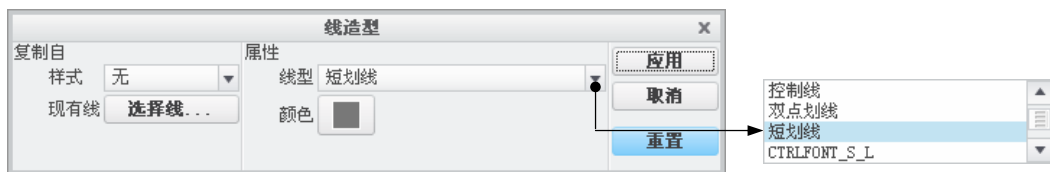

图 9.5.8 “线体”对话框
(1) 单击“分解工具”操控板中的 **分解线** 按钮，然后再单击 **默认线造型** 按钮。
(2) 系统弹出图 9.5.8 所示的“线体”对话框，在下拉列表框中选择 **短划线** 线型，单击